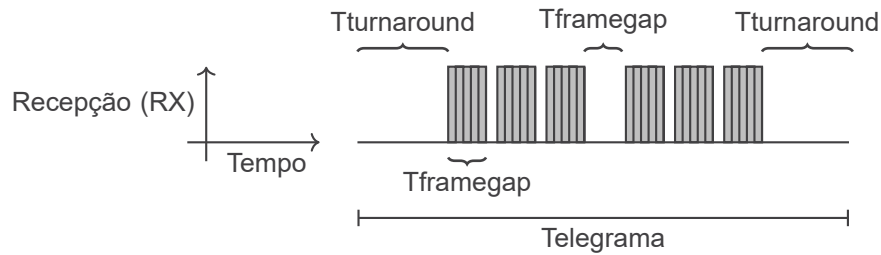

Figura 4.3: Recepção de dados BACnet
- **Recepção (RX):** o tempo máximo entre cada byte ($T_{framegap}$) é de 20 bit times. E o tempo mínimo entre frames ($T_{turnaround}$) após o stop bit do ultimo byte do frame é 40 bit times, conforme figura 4.3.
- **Transmissão (TX):** o sinal RTS deve ser desabilitado após ($T_{postdrive}$) 15 bit times depois do envio do stop bit.